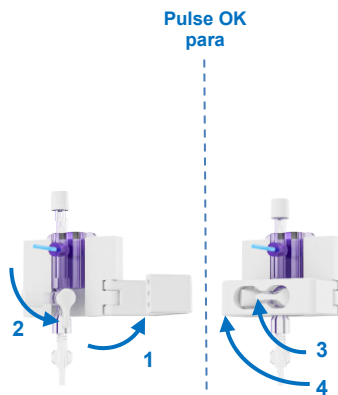

Figura 25 Puesta a cero del sensor de presión
- Asegúrese de comprobar que no se han acumulado burbujas de aire en el sensor de caudal. Abra el clip de aluminio para liberar la tapa (Figura 25). Abra la tapa y compruebe si hay burbujas de aire. Elimine las posibles burbujas de aire manipulando el tubo. Empuje la tapa para cerrar el sensor.
- Abra el soporte del porta sensor de presión para acceder a la válvula del sensor de presión (véase la Figura 25; paso 1). Siguiendo las instrucciones que aparecen en la pantalla (véase más abajo), gire hacia abajo la válvula del sensor de presión para abrir el sensor y medir la presión atmosférica (Figura 25; paso 2).
- Vuelva a colocar la válvula del sensor de presión en posición horizontal (Figura 25; paso 3) y cierre el soporte del sensor de presión para proteger la válvula de una apertura involuntaria (Figura 25; paso 4). Pulse OK en la Unidad de bombeo para continuar.
- En el caso de que el Liver Assist no pueda determinar si el sensor de presión está correctamente conectado al circuito de perfusión, compruebe si la posición de la válvula del sensor de presión está en posición horizontal (Figura 25, paso 3). Pulse OK si la válvula del sensor de presión está en posición horizontal.